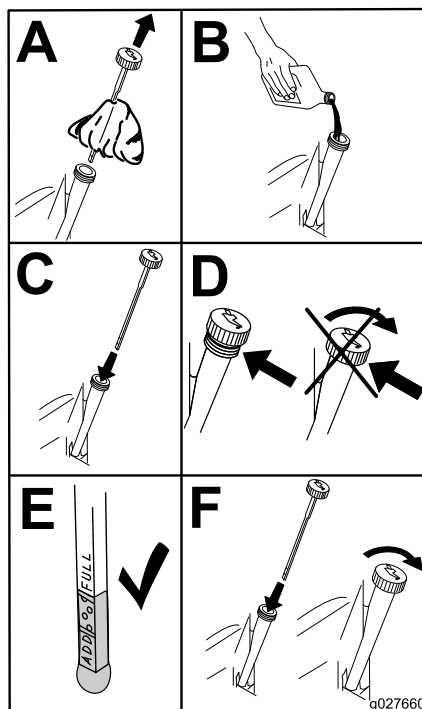

Figure 50
6. Versez lentement environ 80 % de l'huile spécifiée dans le tube de remplissage, puis faites l'appoint lentement jusqu'à ce que le niveau atteigne le repère maximum (Full) (Figure 50).